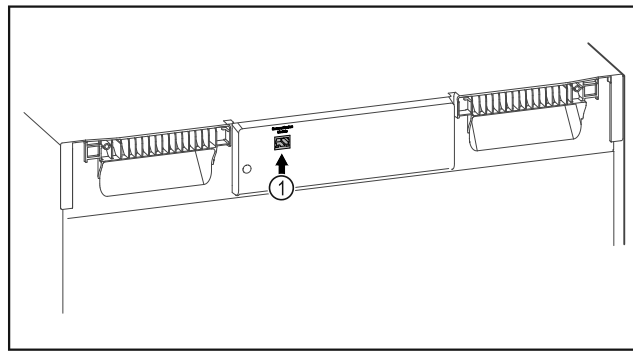

Fig. 103
- SmartModule Fig. 103 (1) встановлено.